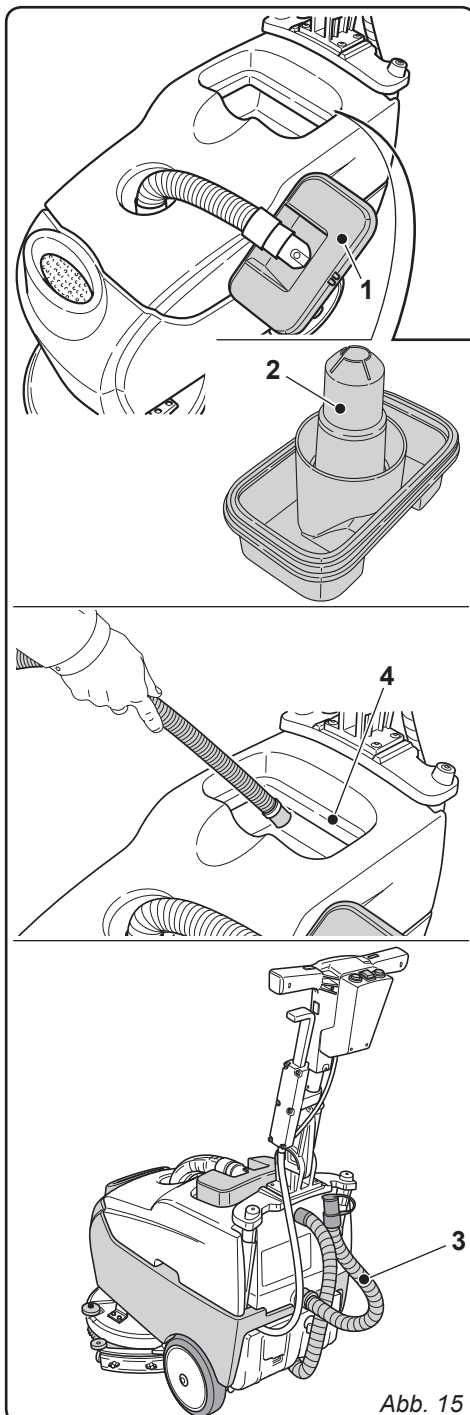

Abb. 15
11.1.b - Reinigung des Schmutzwassertanks (Abb. 15)